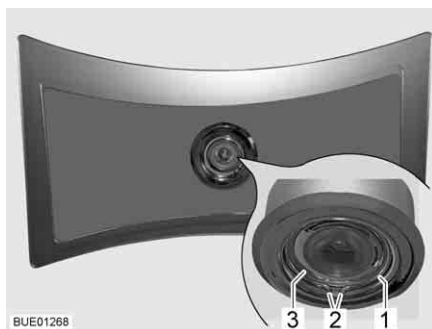

Bild 220 Deckenleuchte
- Federring (Bild 220,1) an den beiden Enden (Bild 220,2) zusammendrücken und abnehmen.
- Gehäuse (Bild 220,3) mit LED aus Leuchte herausnehmen.